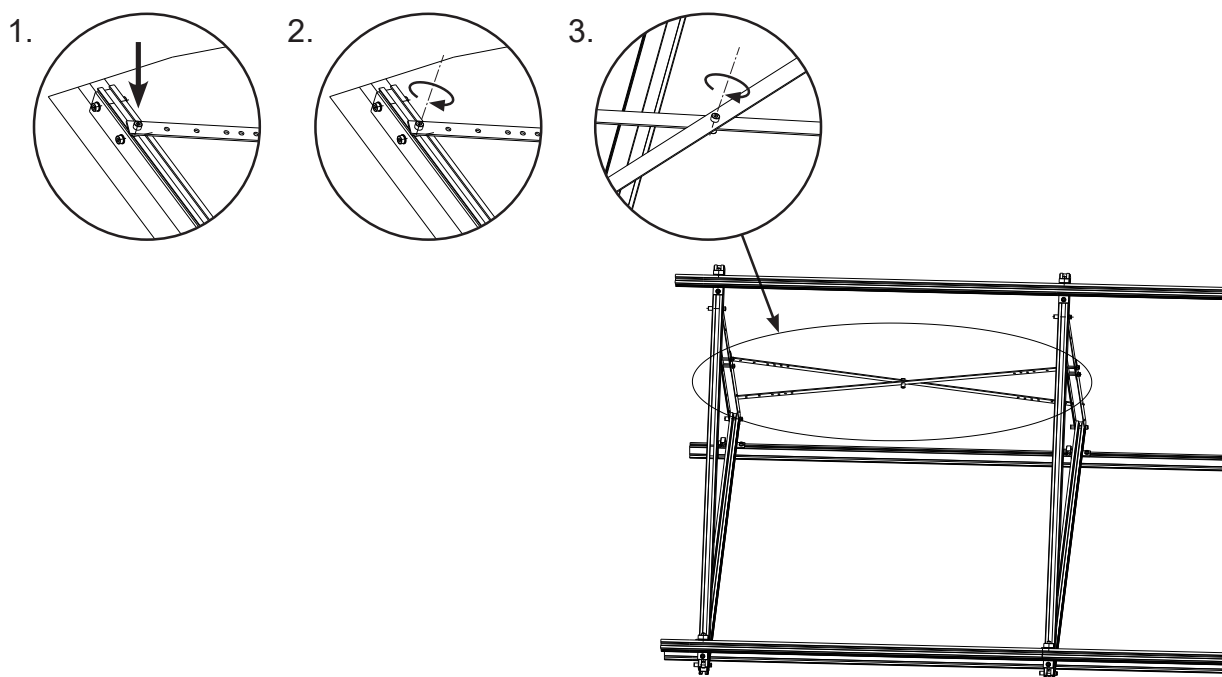

Fig. 17
- Montați contravântuirea pe partea posterioară a triunghiurilor de elevație (Fig. 17) în poziția prevăzută (distanțare D2, tabelul din capitolul 7.2) și strângeți.